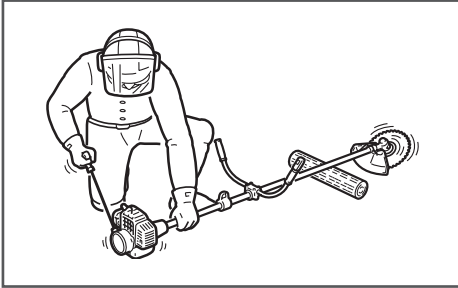

Рис. 10 Положение триммера при запуске
7. Убедитесь, что режущий инструмент не касается земли или других предметов. Проверните коленчатый вал двигателя ручным стартером с помощью ручки (Рис. 10) до тех пор, пока не почувствуете сопротивление, затем медленно опустите ручку стартера вниз. Снова медленно потяните за ручку стартера, пока не почувствуете, что стартер вошел в зацепление с маховиком, после чего потяните за ручку стартера сильно, но плавно и запустите двигатель. Надежно удерживайте триммер, чтобы не потерять над ним контроль во время запуска. Двигатель запускается только на короткое время и сразу глохнет. При необходимости повторите. После запуска двигателя медленно и плавно верните ручку стартера на место.